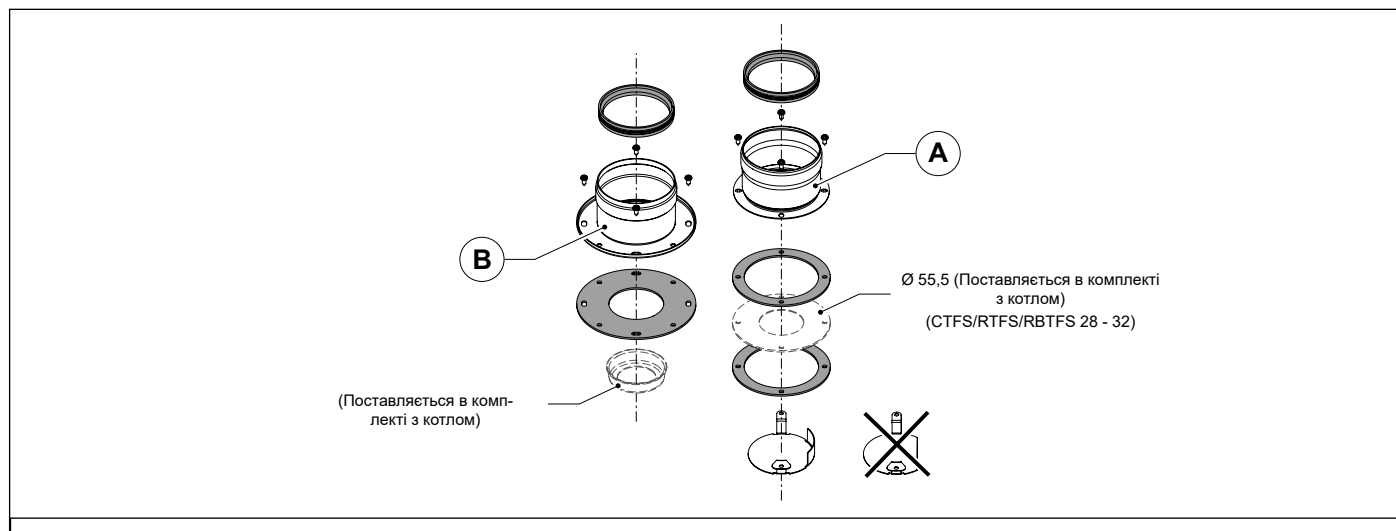

Рис. 13 Роздільний комплект OSDOPPIA13
- Змонтуйте відповідний дефлектор повітря (дивись Рис. 13 Роздільний комплект OSDOPPIA13).